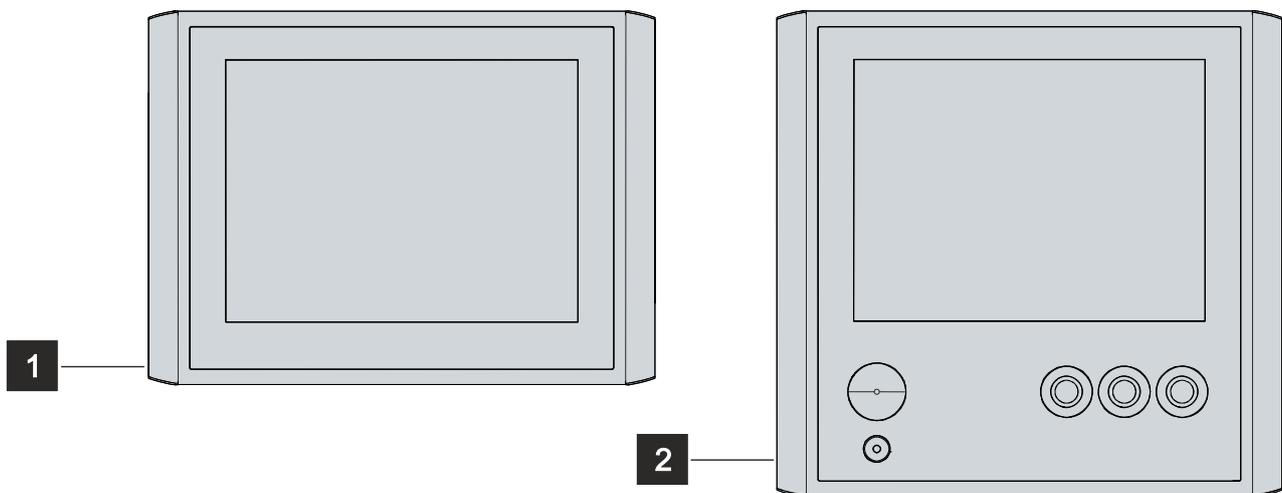

Abb. 1: CP79xx-14xx_ohne und mit Tastererweiterung
Abbildung 1 stellt beispielhaft für alle Displaygrößen ein Control Panel ohne (1) und mit (2) Tastererweiterung gegenüber.